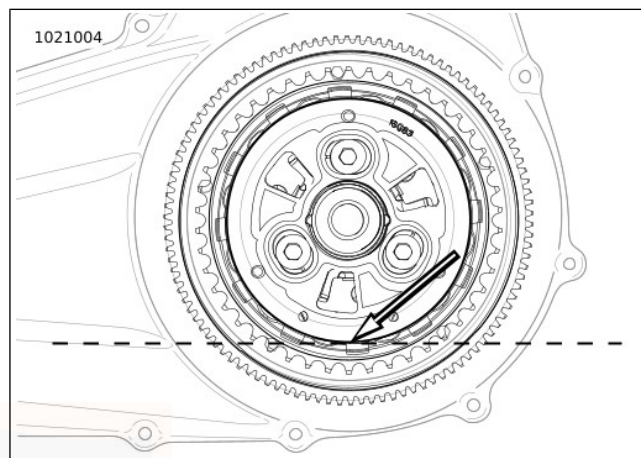

Figure 52. Niveau du lubrifiant de carter de chaîne primaire
- b. Voir Figure 52. Le niveau correct est environ en bas du diamètre extérieur du plateau d'embrayage.